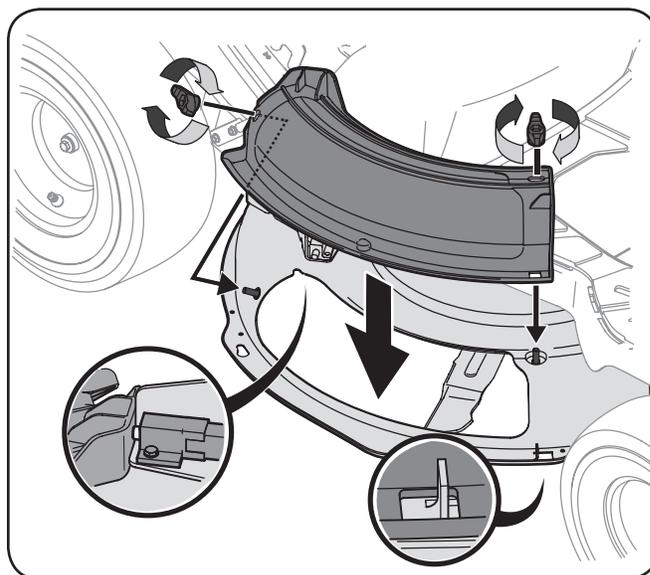

Figure 1-2
1. Installez le bouchon de déchetage sur l'orifice d'évacuation du plateau. Introduisez les goujons sur la surface du plateau dans les trous sur la partie supérieure du bouchon de déchetage. Introduisez la petite encoche sur le rebord du plateau dans le trou carré sur la partie inférieure du bouchon de déchetage. Voir Figure 1-2.